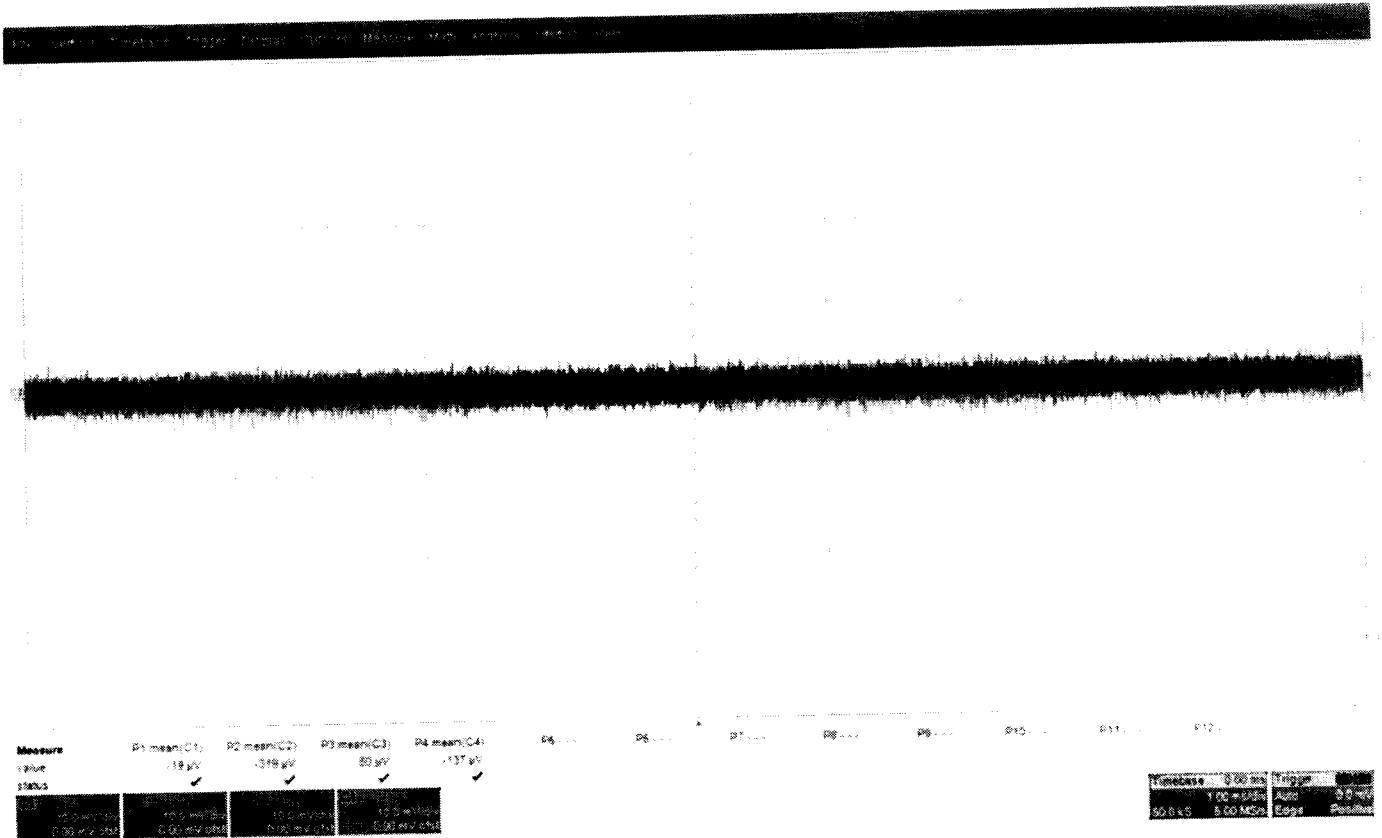

Рисунок 10
8.6.1.6 Нажать клавишу STOP после 100 измерений. Считать среднее измеренное значение $U_{осц+}$ (отображается как P...:mean(C...), рисунок 10) с экрана осциллографа и записать полученное значение в соответствующую графу таблицы 10.
8.6.2.7 Нажать клавишу STOP после 100 измерений. Считать среднее измеренное значение $U_{осц-}$ (отображается как P...:mean(C...), рисунок 10) с экрана осциллографа и записать полученное значение в соответствующую графу таблицы 10.